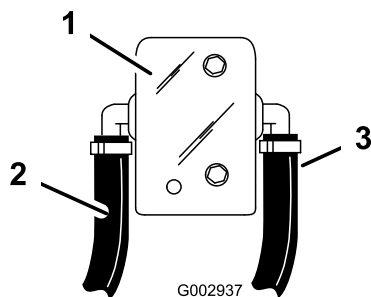

Figura 31
14. Ligue a extremidade de um tubo curto de 1/2 polegada ao bocal aberto do T S53 que instalou no tubo de agitação, e encaminhe-o para o dentado de 1/2 polegada traseiro existente no conjunto da válvula de esfera pequena (Figura 31).
17. Ligue a extremidade de um tubo curto de 13 mm ao bocal aberto do T S53 que instalou no tubo de derivação, e encaminhe-o para o dentado de 13 mm dianteiro existente no conjunto da válvula de esfera pequena (Figura 31).